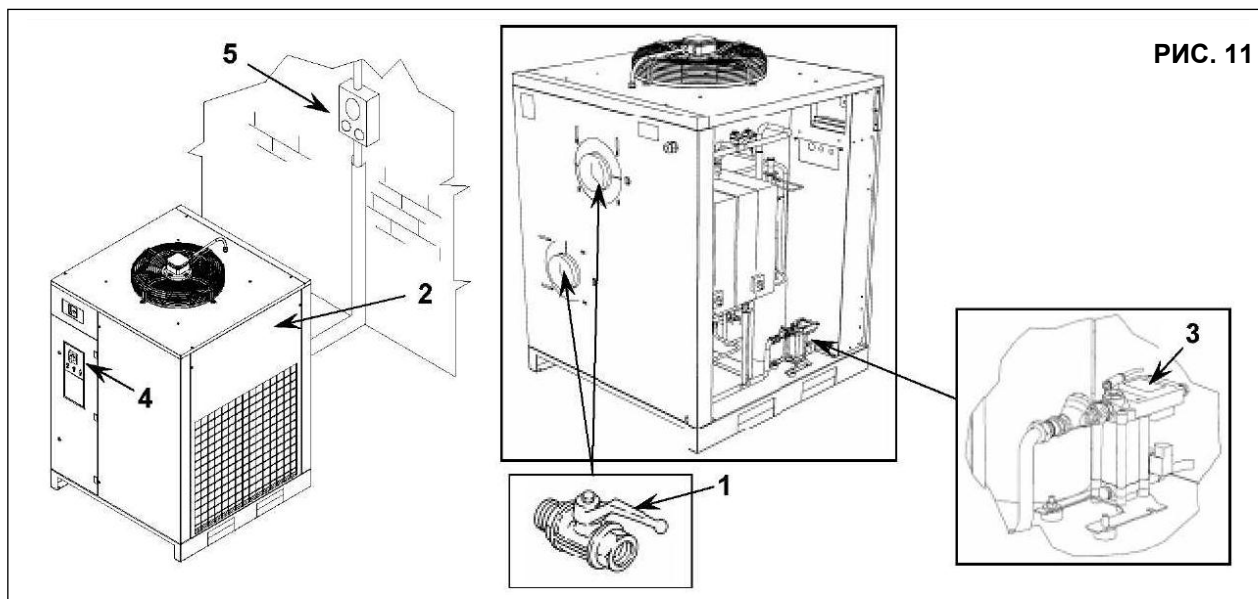

РИС. 11
- Закройте спускной кран, поз. 1, рис. 11
- Снимите панель (поз. 2, рис. 11)
- Сбросьте давление в осушителе, нажав кнопку слива конденсата “TEST”, расположенную на пароотделителе, Поз. 3, рис. 11
- Выключите устройство. Поверните переключатель в положение "STOP", поз. 4, рис. 11
- Включите автоматический дифференциальный переключатель питания, поз. 5, рис. 11
- Закройте панель, поз. 2, рис. 11